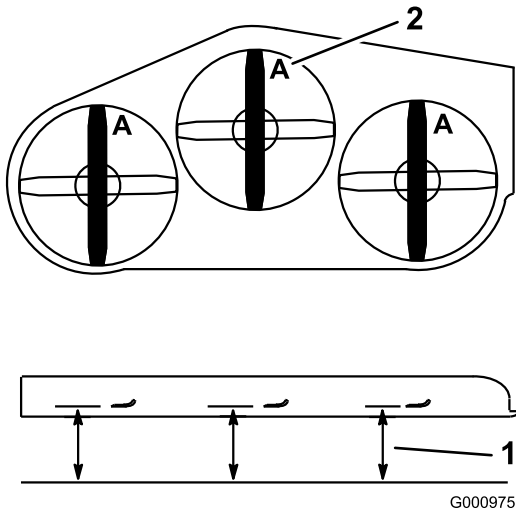

図 75
2. Aの位置で(図75)、平らな床面からブレードの刃先までの高さを測る。